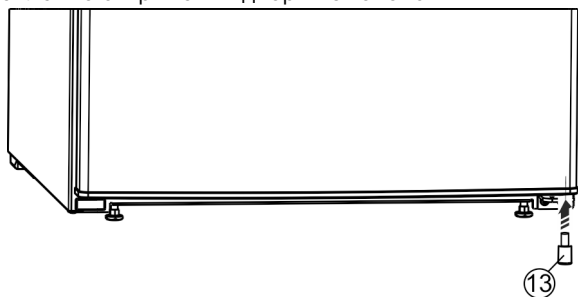

Fig. 25 *
- ▶ Снова вставьте в дверь распорную деталь Fig. 25 (13) справа внизу - это важно для обеспечения устойчивости устройства.*